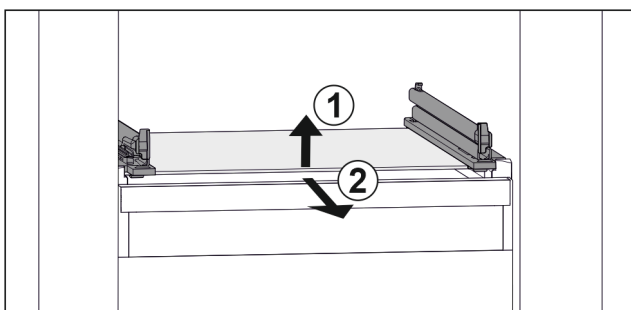

Fig. 74 Приблизне відображення скляної пластини
- ▶ Підняти скляну пластину спереду. Fig. 74 (1)
- ▶ Вийняти скляну пластину рухом вперед. Fig. 74 (2)